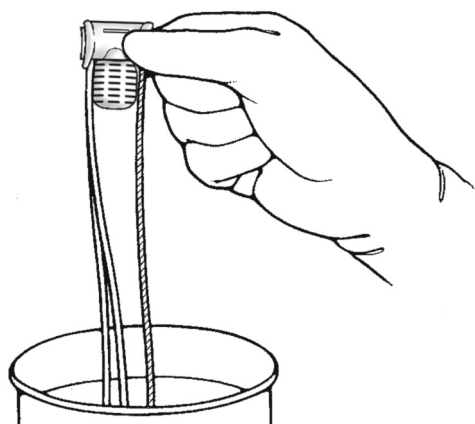

Figura 3-1. Preparazione della pompa
3. Immergere le tre estremità dei tubi della pompa in soluzione fisiologica normale sterile (**Figura 3-1**).